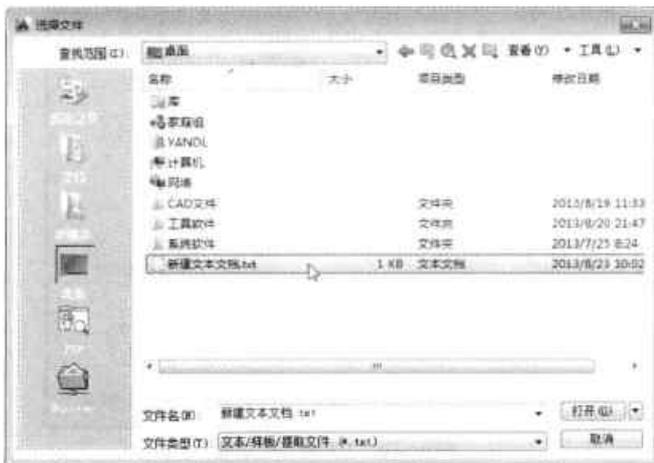

图8-33 选择外部文本文件
Step 03 在“选择文件”对话框中选择所需插入的文本文件，如图8-33所示。